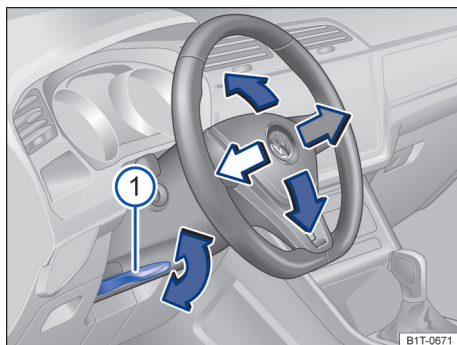

Fig. 69 Embaixo do volante no revestimento da coluna de direção: alavanca de ajuste mecânico da posição do volante.
- Virar a alavanca → Fig. 69 1 para baixo.
- Depois do ajuste, virar a alavanca → Fig. 69 1 sempre firmemente para cima, para que o vo-